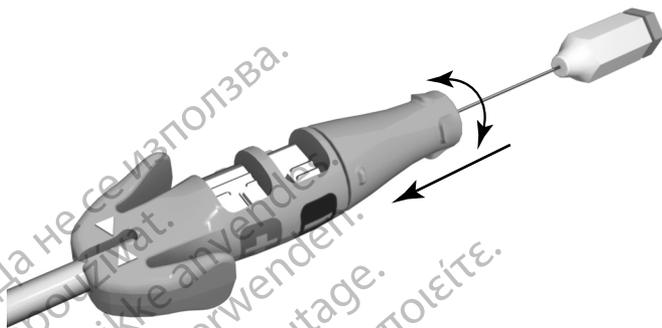

Figura 4. Botão de fixação da ferramenta do conector engatado.
1. Agarre a ferramenta do conector e a ranhura da ligação do terminal. Para engatar o botão de fixação ao pino do terminal, empurre o botão de fixação no sentido do corpo da ferramenta do conector para fechar o intervalo. Rode o botão de fixação no sentido dos ponteiros do relógio para estender a hélice ou no sentido contrário aos ponteiros do relógio para a retrain. Visualmente observe a hélice a estender-se e a retrain-se (Figura 4 Botão de fixação da ferramenta do conector engatado na página 20).